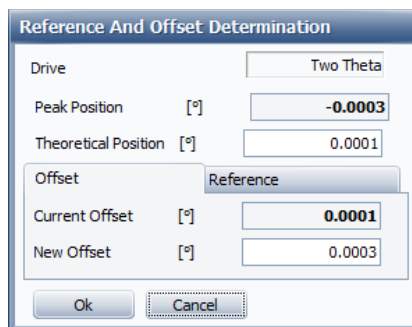

图 5-2
- (3) 将探测器臂和光管臂都放到0，做探测器扫描。扫描范围设置为 -0.5° 至 0.5° (步长 0.02°)，测量完后打开commander目录下的reference and offset determination，选择Offset，在Theoretical Position中输入0，点击OK offset探测器端的参考位置。（图 5-2）。